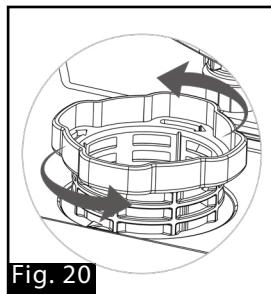

Fig. 20
1. Retirer le système de filtration. Tourner le filtre du cylindre dans le sens inverse des aiguilles d'une montre (Fig. 20).